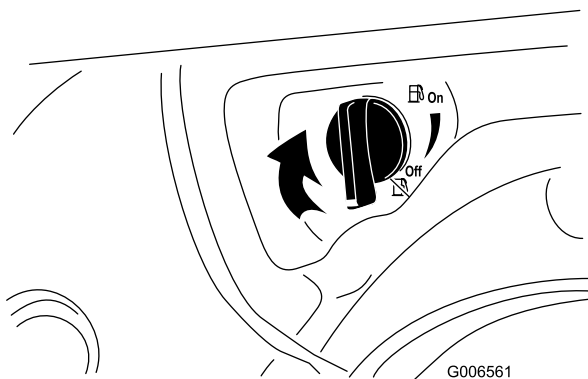

Figure 35
4. Fermez le robinet de carburant en le tournant dans le sens horaire (Figure 35).